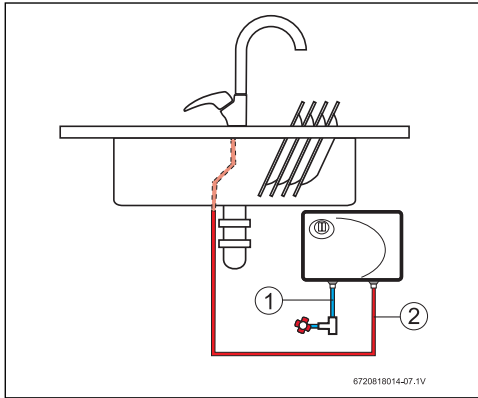

Fig. 17 Ejemplo de instalación
- ▶ Móntese sólo como se muestra en Fig. 17 con las conexiones de agua situadas en la parte inferior. Recuerde que debe mantener la longitud de tubería de agua caliente al mínimo, a fin de ahorrar energía.